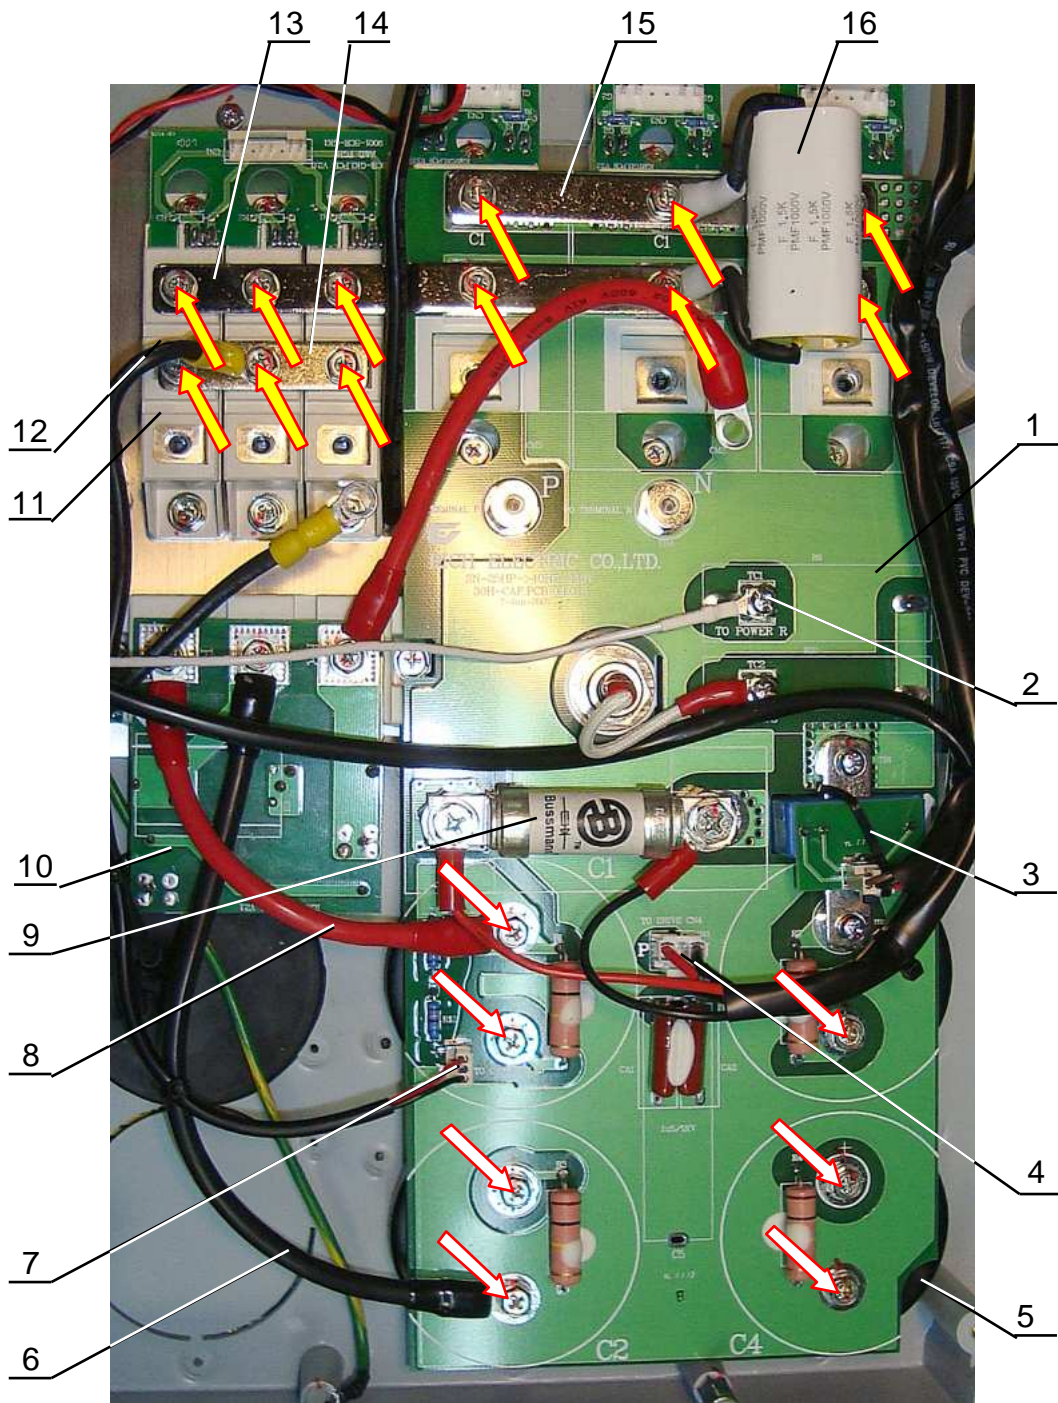

Рис. 6.15.
6.10.4. Выкрутить винт 2 крепления наконечника провода цепи предзаряда M3,5x8 с фигурной шайбой от клеммы TC1 емкостной платы 1 (рис. 6.15). Положить винт в тару.
6.10.5. Отсоединить розетку 4 жгута питания платы драйверов от разъема CN3 емкостной платы (рис. 6.15). Жгут положить в тару.
6.10.6. Отсоединить розетку 7 жгута индикатора заряда от разъема CN1 емкостной платы (рис. 6.15).
6.10.8. Выкрутить двенадцать винтов (желтые стрелки на рис. 6.15) крепления шин 13, 14, и 15 к емкостной плате 1, диодно-тиристорным модулям 11 и модулям IGBT. Снять наконечник 12 вывода реактора, конденсатор 16 и шины 13, 14, 15. Положить шины, винты и конденсатор в тару.
6.10.9. Выкрутить семь винтов (белые стрелки на рис. 6.15) крепления емкостной платы 1 к конденсаторам 5. Снять наконечники проводов 6 и 8, снять емкостную плату. Положить плату и винты в тару